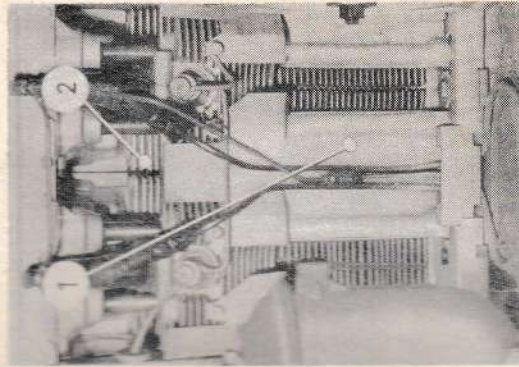

Bild 18
5. 110 REINIGUNG DER LUFTFÜHRUNGSWEIÖE (Bild 18)